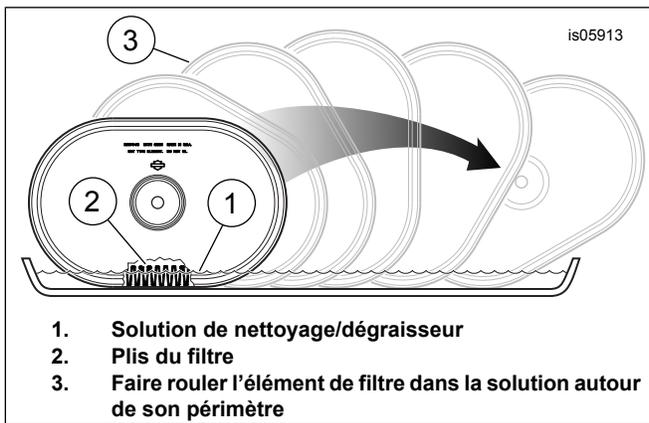

Figure 2. Nettoyage de l'élément de filtre
2. Nettoyer l'élément de filtre (voir Figure 2) :
- a. Retirer et nettoyer l'élément en immergeant, sur le côté, dans un récipient peu profond contenant suffisamment de produit de nettoyage/dégraissant (1) pour recouvrir **pas plus de** trois quarts de la profondeur des replis du filtre (2), soit environ 9,5 mm (0.375 in). **Veiller à ce que la solution sale ne pénètre pas dans l'élément.** « Rouler » l'élément dans la solution autour de son périmètre (3), avec précaution, jusqu'à ce que toute la surface externe des plis du filtre soit trempée.